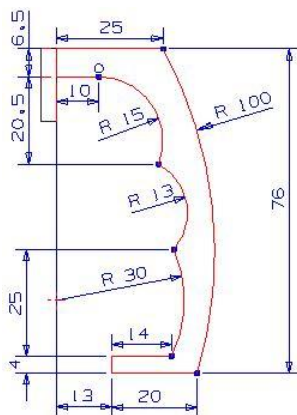

图5-31
5. 在【成形特征】工具条中单击【草图】按钮，弹出【基准平面】悬浮工具条，然后依次单击【zc-xc】和【确定】按钮进入二维草图界面，绘制图 5-31 所示的草图轮廓。